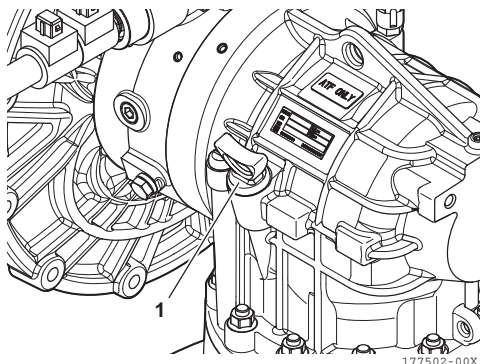

Figura 26
17. Instale a vareta do óleo (1, **Figura 26**) com o novo O-ring.